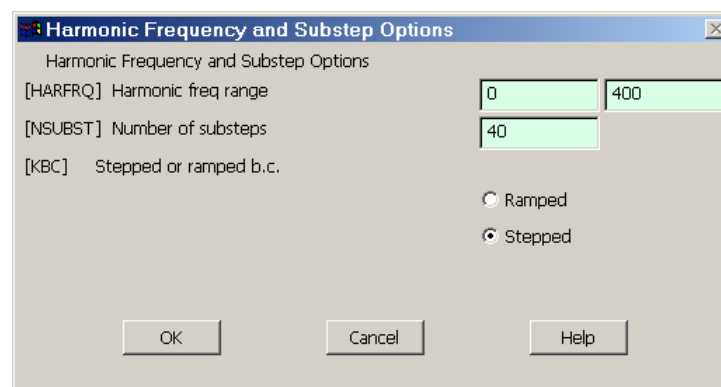

Figura 6. Opciones para el análisis armónico.
A continuación establecemos las opciones del análisis armónico en Solution, Load Step Opts, Time/Frequenc, Freq and Substps. Aparece la ventana de la figura 6 donde indicamos el rango de frecuencia de 0 a 400 Hz y el número de frecuencias en los que se harán los cálculos dentro de ese rango (40), así como la forma en que se aplica la carga (Stepped, es decir, mediante una función escalón).